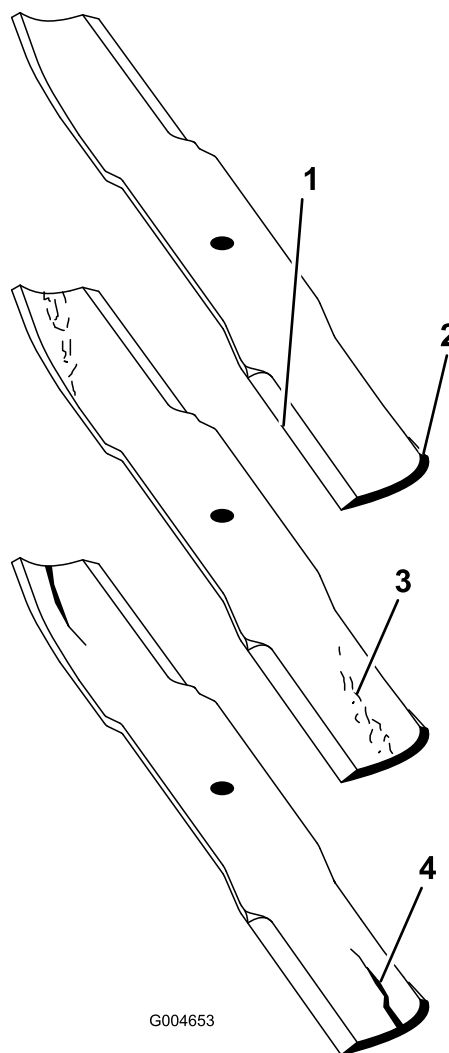

Figura 124
2. Verificate accuratamente i taglienti, con particolare attenzione ai punti d'incontro delle sezioni piatta e curva della lama (Figura 124).
Nota: Sabbia e materiali abrasivi possono consumare il metallo che connette le sezioni piatta e curva della lama, per cui si consiglia di controllare la lama prima di usare il tosaerba. Se riscontrate segni di usura (Figura 124), sostituite la lama.